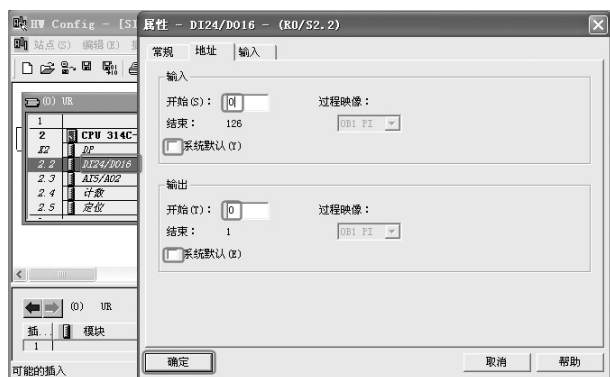

图 8-77 修改主站的 I/O 地址
6) 修改主站的 I/O 地址。双击槽位“2.2”，弹出“属性”界面，取消“系统默认”前的“√”，再选定“地址”选项卡，并在“输入”的起始地址中输入 0，“输出”的起始地址也输入 0，最后单击“确定”按钮，修改主站的 I/O 地址如图 8-77 所示。